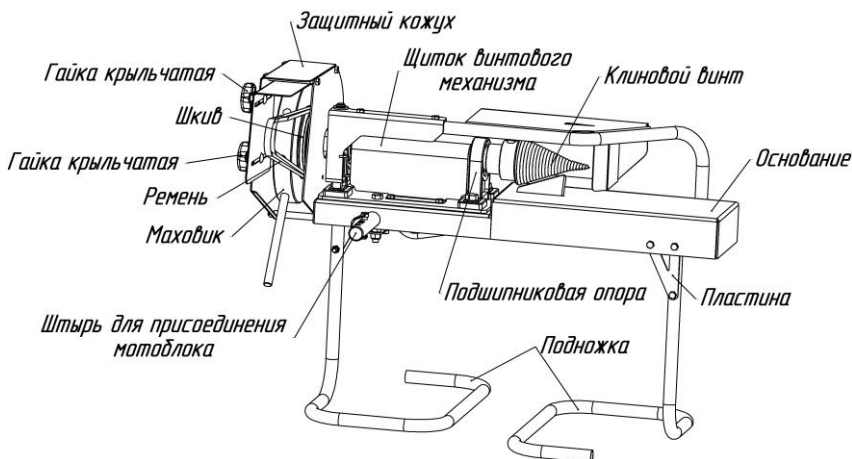
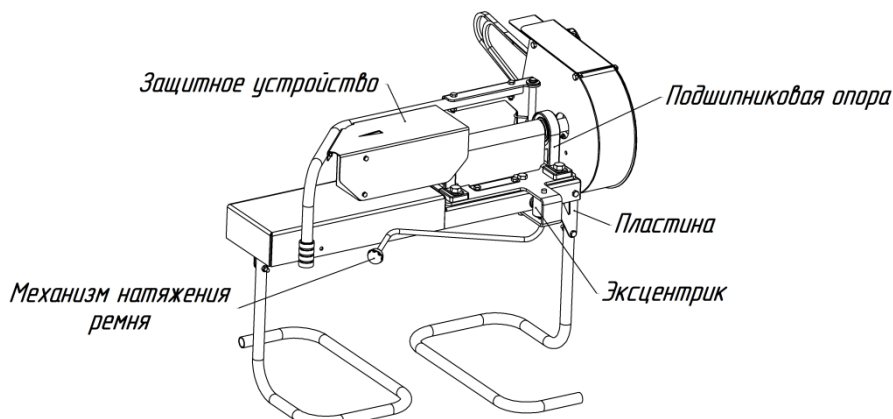

Рис.1. Общий вид дровокола (вид спереди)
Рис.2. Общий вид дровокола (вид сзади)
Дровокол (рис.1, 2) – это навесное оборудование к мотоблокам «Нева», предназначен для колки дров методом ввинчивания клинового винта.
- 5) Установите подножки на место, согласно рис.1 и рис.2;